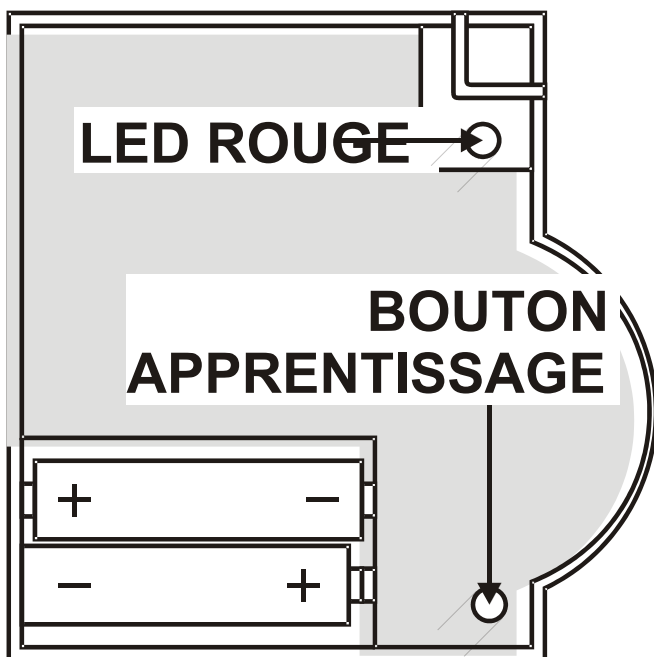

Fig. 3. Polarité des piles et bouton apprentissage
- ▶ Incorporer les piles AA fournies en respectant les polarités (voir Fig. 3). Si la LED rouge du T7270A2001 / T7270A2019 clignote, les piles doivent être remplacées (voir section Changement des piles)
- ▶ Incorporer les nouvelles piles en respectant la polarité dans le compartiment piles (voir Fig. 3).